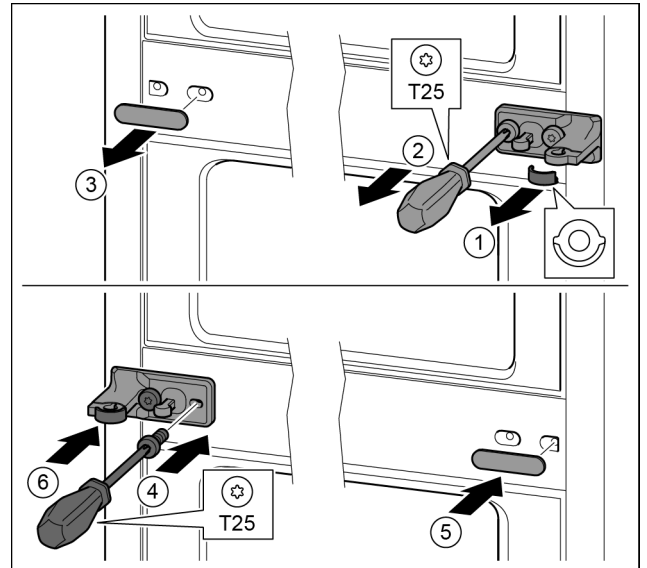

Fig. 15
- ▶ Estrarre lo spessore. Fig. 15 (1)
- ▶ Con il cacciavite T25 svitare le viti. Fig. 15 (2)
- ▶ Facendo attenzione, togliere la copertura. Fig. 15 (3)
- ▶ Avvitare il blocco di supporto con lamina ruotato di 180° sull'altro lato. Fig. 15 (4)
- ▶ Applicare la copertura ruotata di 180° sull'altro lato. Fig. 15 (5)
- ▶ Inserire lo spessore dal lato anteriore. Fig. 15 (6)